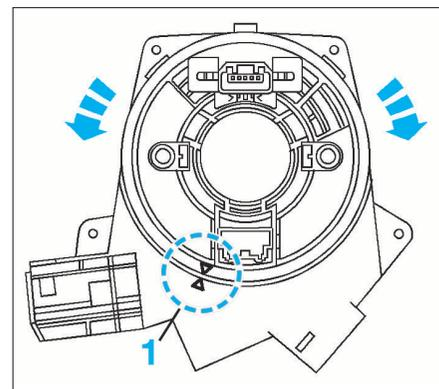

FIG. 5
- Tourner le rotor du contacteur dans le sens des aiguilles d'une montre jusqu'à ce que la flèche inscrite sur le rotor du contacteur soit alignée sur la section en 'V' surélevée, (1) (Fig.5) à la position 195° environ du boîtier de ressort spiralé.